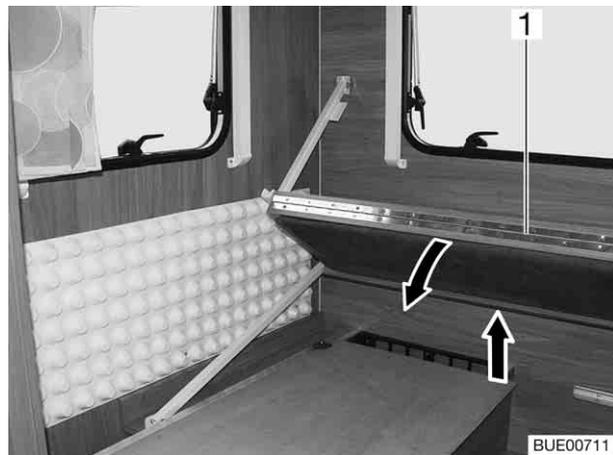

Bild 59 Klappbett anheben
- Die zusammengeklappte Liegefläche (Bild 59,1) des Klappbettes mit einer Hand von oben etwa in der Mitte fassen und leicht nach vorne kippen.